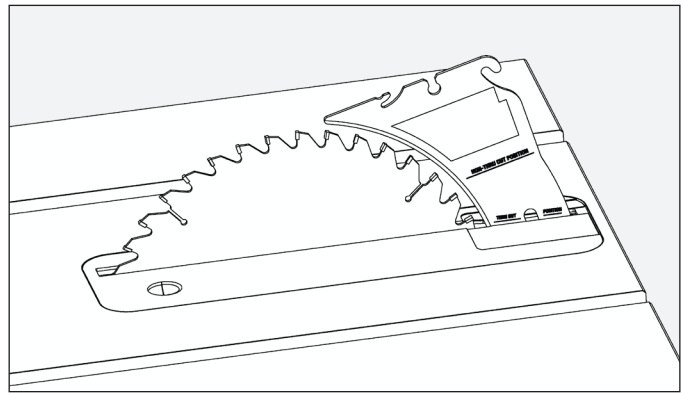

FIGURE 14
Insérez l'ensemble de griffes (D) dans la fente du milieu sur le couteau diviseur (E) comme le montre la figure 14 tout en appuyant sur la tige à ressort sur le côté droit de l'ensemble de griffes.